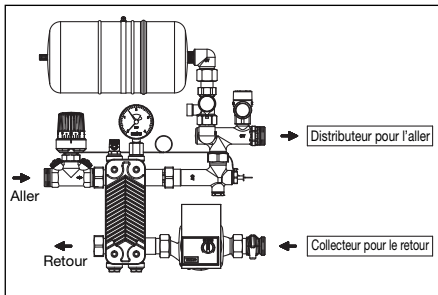

Fig. 6.2 Sens de circulation
- L'aller de l'ensemble de réglage se trouve toujours **en haut** et le retour **en bas**. Il est impératif d'en tenir compte lors du montage des blocs de répartition (voir fig. 6.2)!